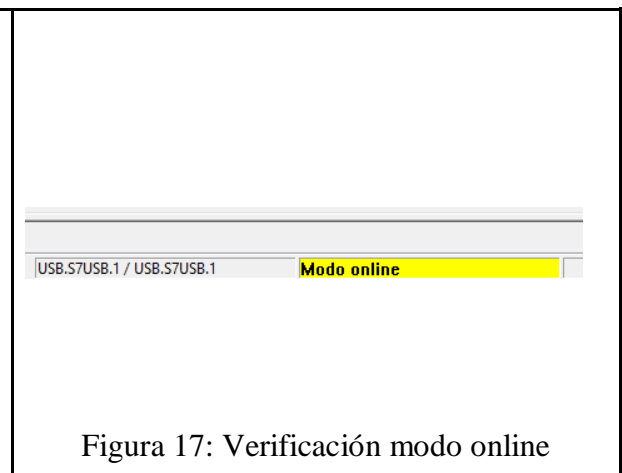

Figura 17: Verificación modo online
- Luego presionar el botón **“Aceptar”** ubicado en la parte inferior de la ventana, se puede observar que después de presionar el botón aceptar, el dispositivo se ha conectado a modo online (ver Figura 17).